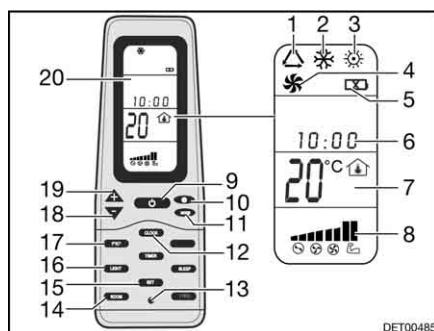

Bild 208 Fjärrstyrning
- Tryck på knappen ON/OFF (Bild 208,9).
- Tryck så många gånger på knappen "Mode" (Bild 208,11) tills önskad driftstyp (Bild 208,1, 2, 3 eller 4) visas på displayen (Bild 208,20).
- Ställ in önskad temperatur med knapparna "+" (Bild 208,19) och "-" (Bild 208,18).
- Med knappen Fläktvarvtal (Bild 208,10) väljs önskad fläktkapacitet.
Slå från: ■ Tryck på knappen ON/OFF (Bild 208,9).